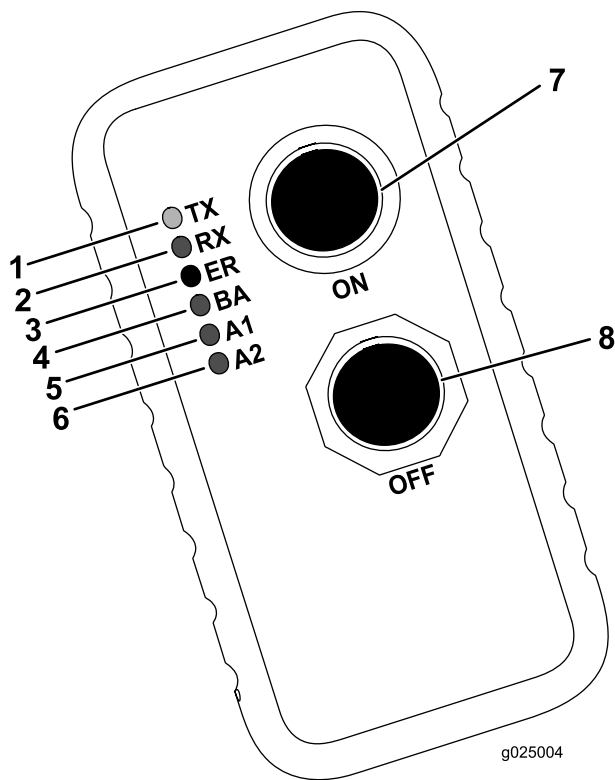

Рисунок 59
В следующей таблице перечислены различные режимы работы световых индикаторов ручного пульта (Рисунок 59) и их значения:
4. Одновременно нажмите и держите кнопки «Вкл.» и «Выкл.» (Рисунок 59).
5. Непрерывно удерживайте нажатыми кнопки «Вкл.» и «Выкл.» до тех пор, пока не начнет мигать зеленый световой индикатор передачи (TX) (Рисунок 59).
6. Включите машину, продолжая держать нажатыми кнопки «Вкл.» и «Выкл.» (Рисунок 59).
7. Отпустите кнопки «Вкл.» и «Выкл.» (Рисунок 59).